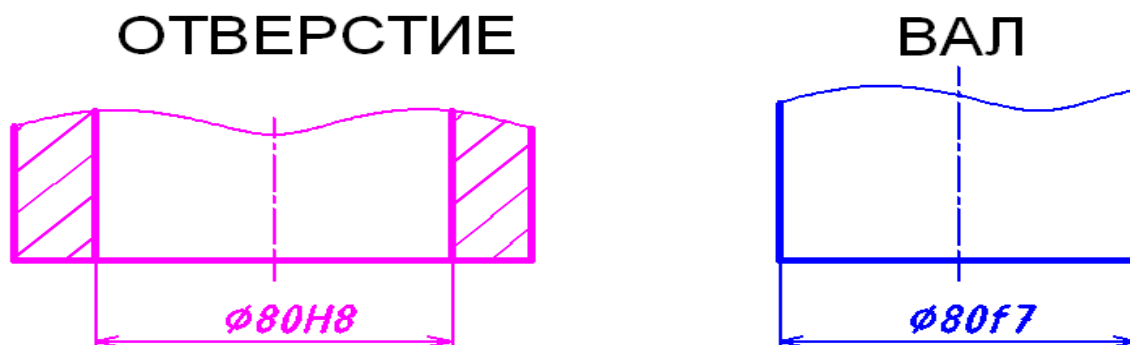

Рисунок 8.
1. Предельные отклонения задают полем допуска (рис. 8).